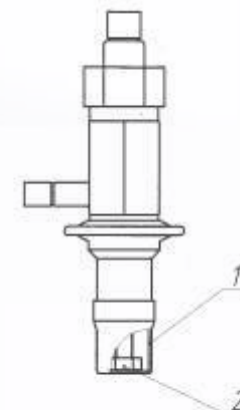

Рисунок 4 Регулятор производительности
- снять защитный колпачок 2 (рисунок 4) с регулятора производительности.